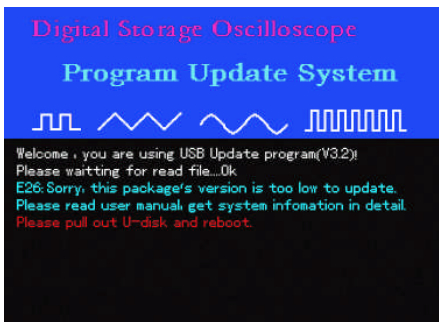

图5-14
9、升级时，读取程序升级包信息，发现升级文件的软件版本低于当前示波器的软件版本时，将出现图5-14所示，提示“程序升级包的软件版本低于当前示波器的软件版本，请阅读用户手册，在UTILITY的系统信息菜单中查阅示波器的软件版本，并获得大于或等于当前示波器软件版本的升级包。请拔出U盘，重启示波器”。